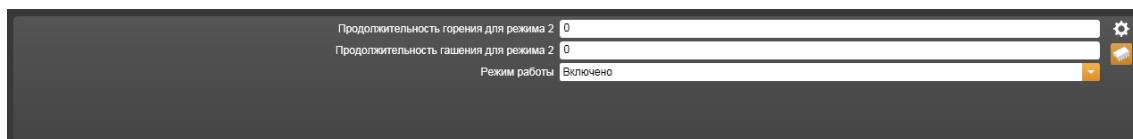

Рисунок 14.14.19 – Свойства Индикатора Неисправность КАУ
5) **Индикатор Неисправность** (Рисунок 14.14.19).